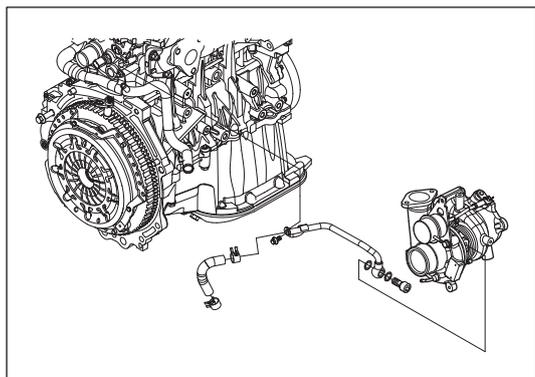

Рис. 7-2-11. Крепление отводящей трубки турбонагнетателя
- (9) Установить отводящую трубку на головку блока цилиндров и закрепить с помощью одного фланцевого болта М6×12. Надеть свободный конец отводящего шланга ОЖ турбонагнетателя на отводящую трубку ОЖ и закрепить его стальным хомутом, как показано на рис. 7-2-11.